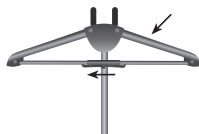

РИС.6
4. По окончании работы передвиньте фиксатор справа налево (рис.6) и сложите плечики для компактного хранения (рис.7).